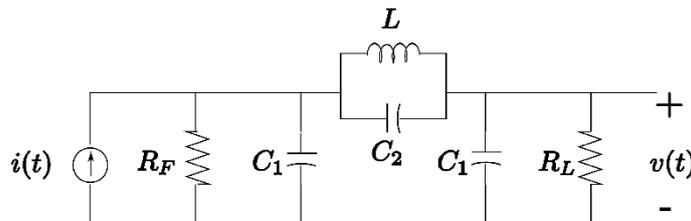

Figura 5 – Esquemático de um circuito elétrico.
- O circuito elétrico apresentado na Figura 5 é alimentado por uma fonte de corrente denotada por $i(t)$. Determine o modelo matemático deste sistema e sua função de transferência $V(s)/I(s)$.